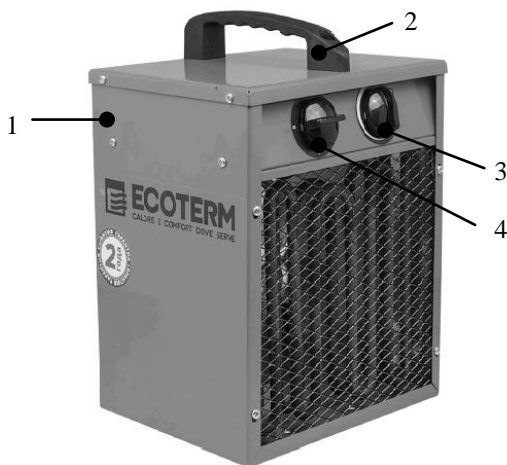

Рис.1
Соответствие положений ручки переключателя режимов работы (10) (рис.1):